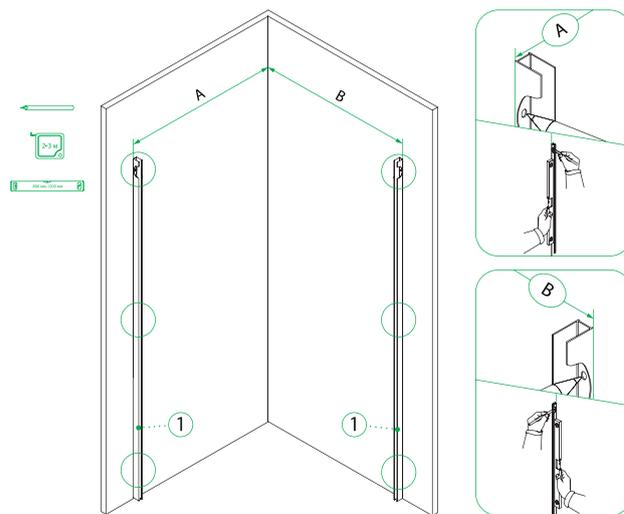

Рис. 5/5-сур.
2. Приложите пристенные профили (2) к стене, выровняйте по уровню и произведите разметку отверстий для шурупов (рис. 5).